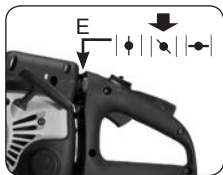

Abb. 9G
6. Schieben Sie den Drosselhebel (E) in Mittelposition |■| (Abb. 9G).